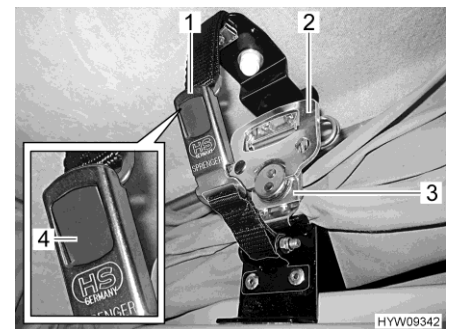

Fig. 56 Bloqueo (techo abatible)
- Abrir el cierre de hebilla (Fig. 56,1) en ambos lados. Para ello, pulsar el pulsador gris (Fig. 56,4).
- De cada lado, plegar el asidero (Fig. 56,2) del cierre rápido (Fig. 56,3) hacia fuera y girar media de vuelta en sentido contrario a las agujas del reloj. Con ello, se ha soltado el bloqueo.